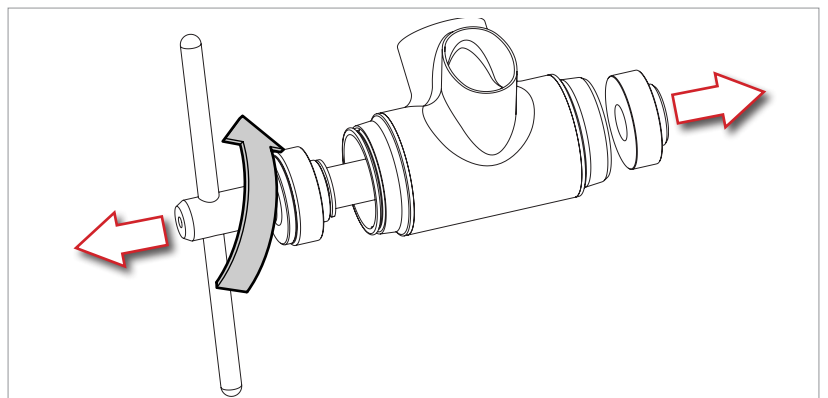

Fig.7
- Tourner le levier de l'outil UT-BB240 dans le sens inverse des aiguilles d'une montre jusqu'à dévisser complètement le guidage de la cuvette gauche puis enlever la vis (Fig. 7).